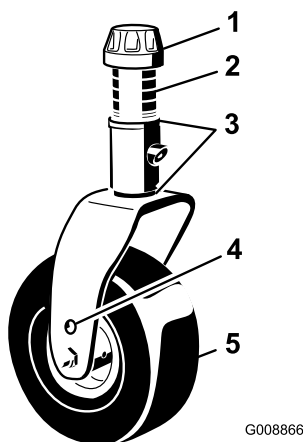

Figura 85
1. Retire el casquillo tensor del eje y deslice el eje fuera del brazo de la rueda giratoria (Figura 85).